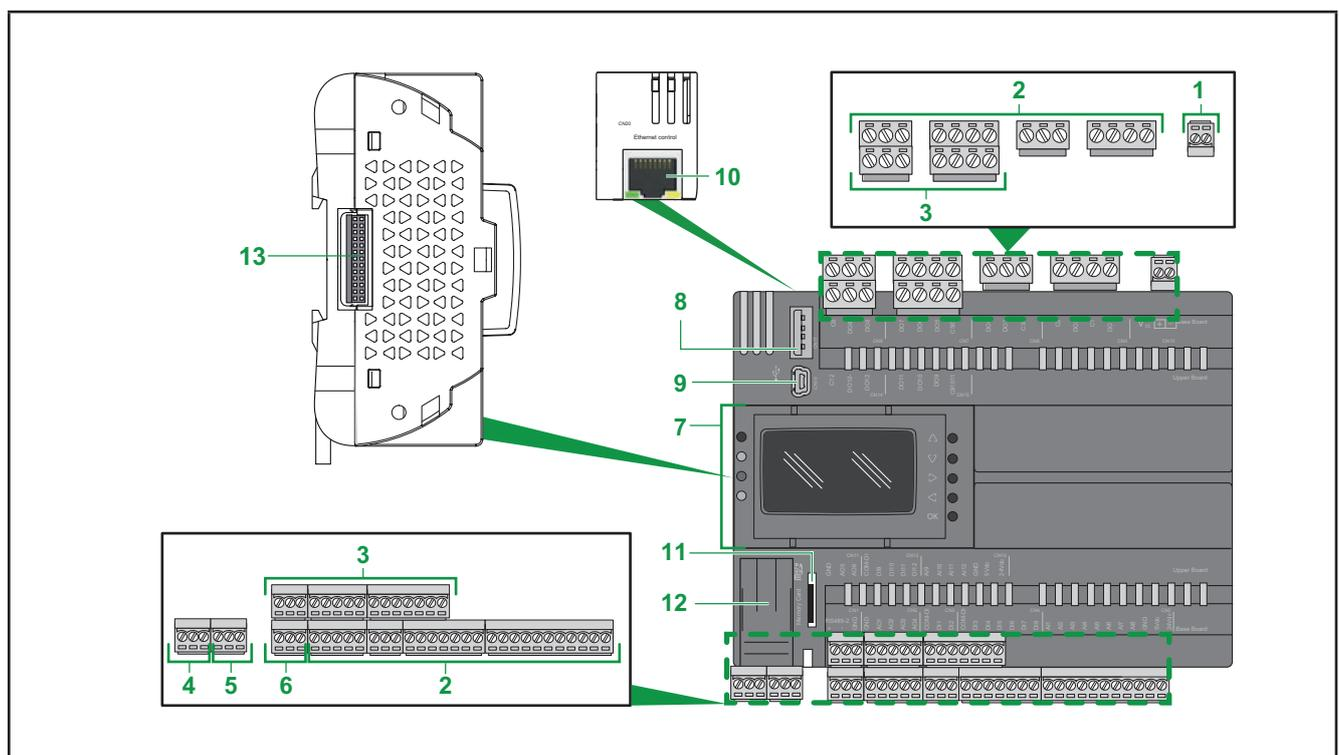

Fig. 3. Componentes principais do EWCM 9000 PRO
Na **Fig. 3 na pág. 16** o controlador para central de compressor CO2 EWCM 9000 PRO (HF) tem os blocos de terminais instalados.